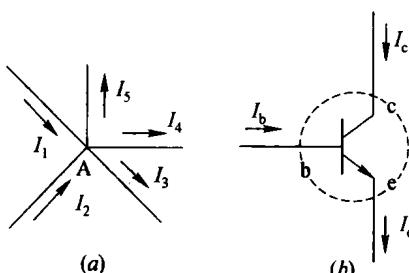

图 1-4 基尔霍夫第一定律
(1) 基尔霍夫第一定律,又称节点电流定律。其内容是:流入节点的电流之和恒等于流出节点的电流之和。节点是多条分支电路的交汇点,如图 1-4(a) 中 A 点。按上述定律,对节点 A 可得到:
实际上,节点可以是电路的实际交汇点,也可以是假想点,如图 1-4(b) 中的半导体三极管。我们可以把圆圈内看作是节点,由基尔霍夫第一定律,可以得到:  $I_b + I_c = I_e$ 。